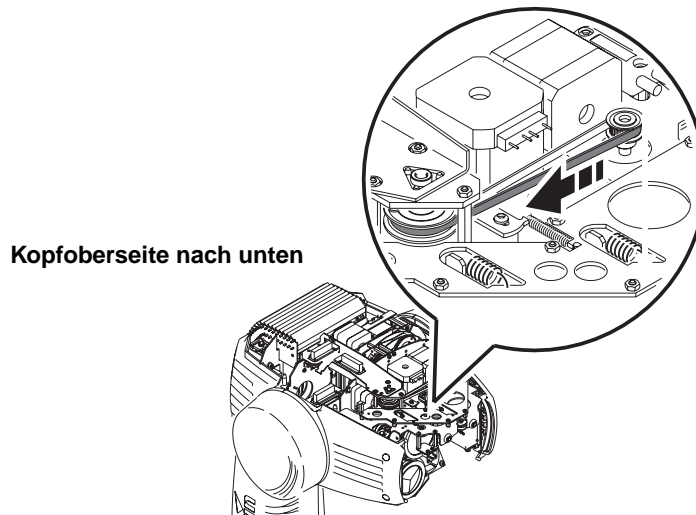

Bild 17: Verschieben des Fokus-Objektivs nach vorne
5. Drehen Sie den Kopf um. Schieben Sie das Fokus-Objektiv bis zum Anschlag nach vorne, indem Sie den Antriebsriemen bewegen (Bild 17).